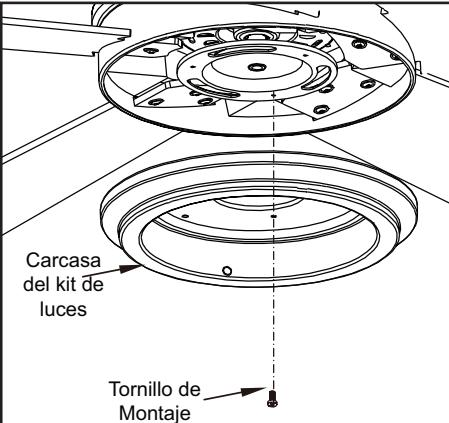

Figura 13
1. Afloja, pero no quites, dos de los tres tornillos de montaje del conjunto motor-ventilador; retira un tornillo de montaje. (Figura 13)
2. Empuja la carcasa del kit de luces hasta el conjunto motor-ventilador de manera que las cabezas de los dos tornillos aflojados encajen en las ranuras tipo ojo de cerradura. Gira la carcasa del kit de luces hacia la derecha y aprieta los tornillos. Vuelve a instalar el tornillo que retiraste en el paso 3 y apriétalo firmemente. (Figura 13)